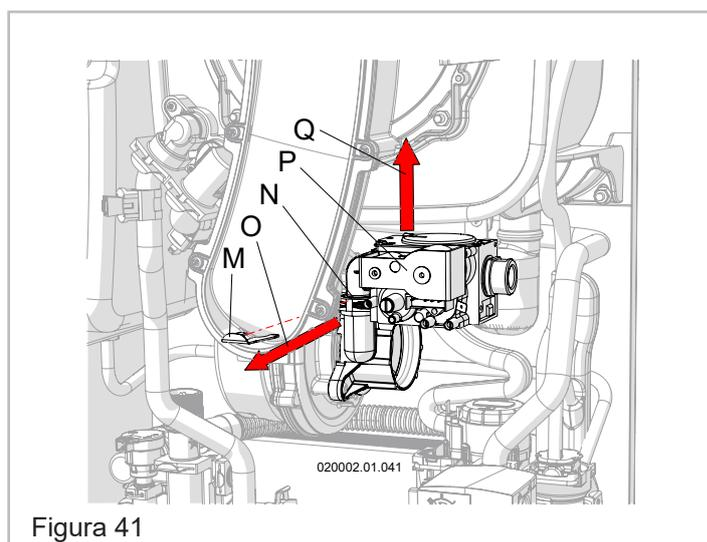

Figura 41
8. - Rimuovere la molla di serraggio "M" dalla sede "N" liberando la valvola "P" (Figura 41);
11. - Rimontare la valvola del gas "P" (Figura 41), avendo cura di riposizionare la molla "M";